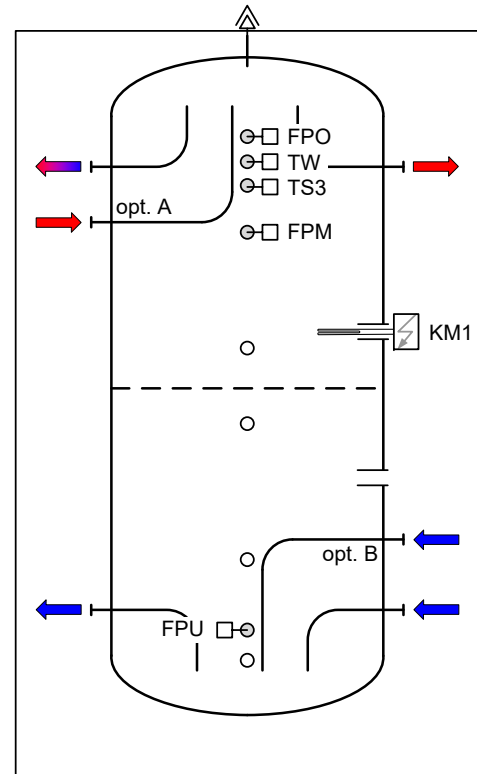

Bild 3: NT-Systempufferspeicher
- Die Systempufferspeicher müssen unbedingt mit den in Bild 3 + 4 dargestellten optionalen Stutzen bestellt werden. Die Anschlüsse sind gemäß dem Hydraulikschema anzuschließen.
- Die Temperaturfühler sind gemäß Bild 3 + 4 zu positionieren.